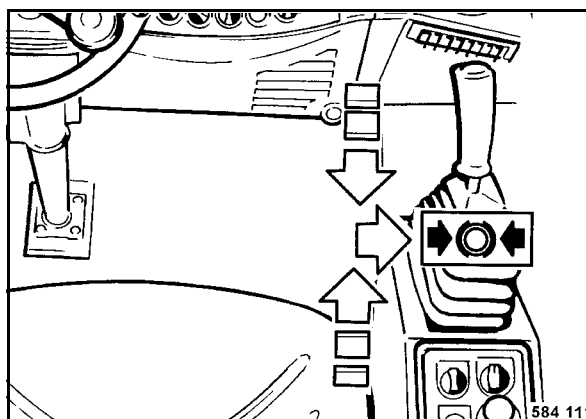

fig. 50
- Ramener lentement le levier de commande de marche (fig. 50) sur position neutre puis l'enclencher vers la droite sur position de freinage.